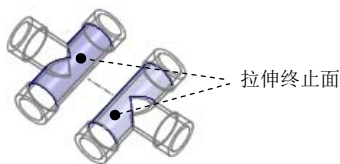

图 15.12 拉伸终止面
(3) 在“拉伸”操控板中单击 **选项** 按钮，在系统弹出的界面中选取双侧的深度选项均为 **到选定项**，然后选取图 15.12 所示的参考零件的表面为拉伸的终止面。
(4) 单击操控板中的 按钮，完成特征创建。